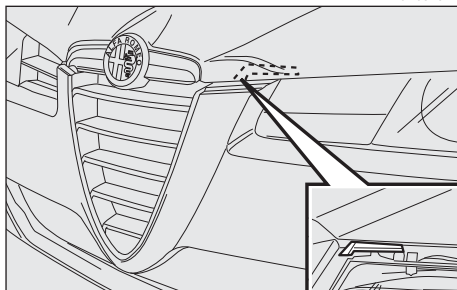

fig. 167
– Premere verso l'alto la levetta (fig. 167) del dispositivo di sicurezza.